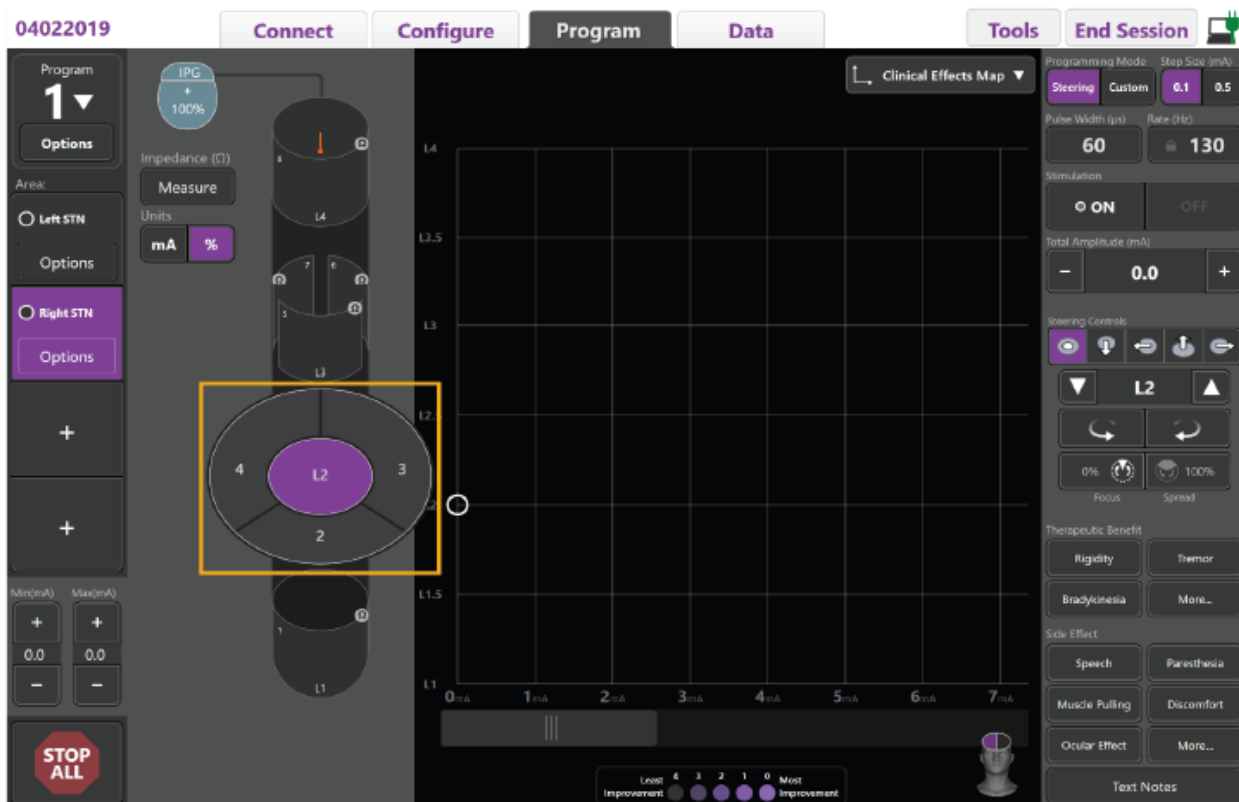

Рисунок 15. Переключатель точек направленного контакта
2. Выберите контакт и задайте его как катод. Можно создать равное распределение тока по уровню контактов («кольцевой режим»), выбрав любое место на этом уровне, а затем нажав центральную кнопку. Чтобы задать один направленный сегмент в качестве катода, выберите любое место в пределах этого уровня, затем нажмите соответствующую кнопку (рисунок 15).